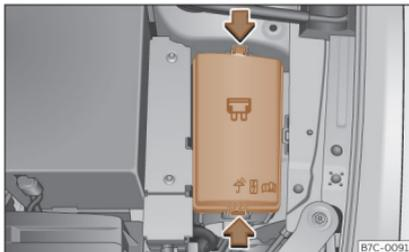

Fig. 47 Nel vano motore: coperchio della scatola dei fusibili.
- Premere le linguette di blocco per sbloccare il coperchio della scatola dei fusibili >>> **fig. 47**.